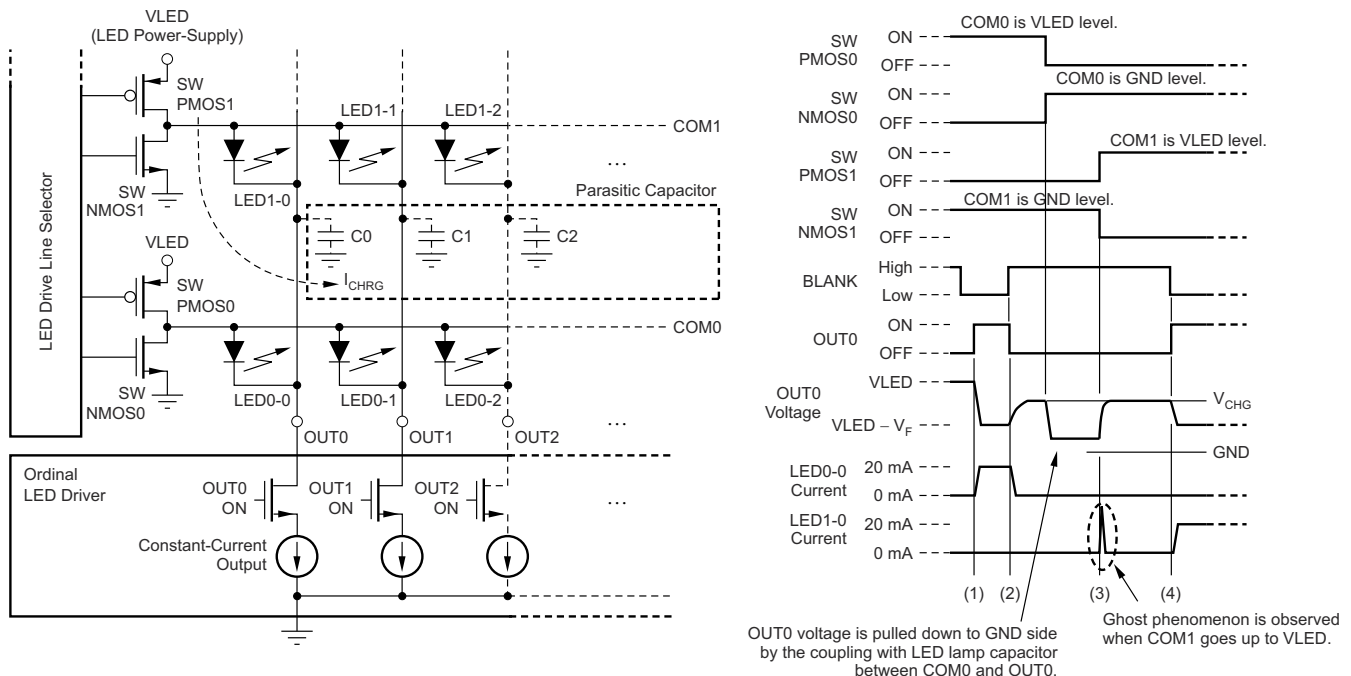

図 7-1. LED ゴースト発光現象のメカニズム
内蔵のプリチャージ FET により、多重化された LED モジュールのゴーストが防止されます。この現象の原因の 1 つは、定電流出力 (OUTn) の寄生容量充電電流と、LED 経由で OUTn に接続された PCB 配線です。図 7-1 に、メカニズムの 1 つを示します。
図 7-1 では、定電流ドライバが LED0-0 を (1) でオンにし、(2) でオフにします。LED0-0 がオフになると、OUT0 電圧は LED0-0 によって  $V_{CHG}$  にプルアップされます。この OUT0 ノードにはいくらかの寄生容量があります (定電流ドライバ出力容量や、C0-2 として示される基板レイアウト容量など)。LED0-0 がオフになった後、SWPMOS0 がオフになり、COM0 については SWNMOS0 がオンになり、COM0 は GND にプルダウンされます。COM0 と OUT0 の間には寄生容量が存在するため、OUT0 電圧も GND にプルダウンされます。その後、次の共通ライン (COM1) で SWPMOS1 がオンになります。SWPMOS1 がオンになると、OUT0 電圧がグランド電圧から  $V_{LED} - V_F$  にプルアップされます。充電電流 ( $I_{CHRG}$ ) は LED1-0 を経由して寄生コンデンサ (C0) に流れるため、LED が短時間オンになり、LED1-0 のゴースト効果が発生します。